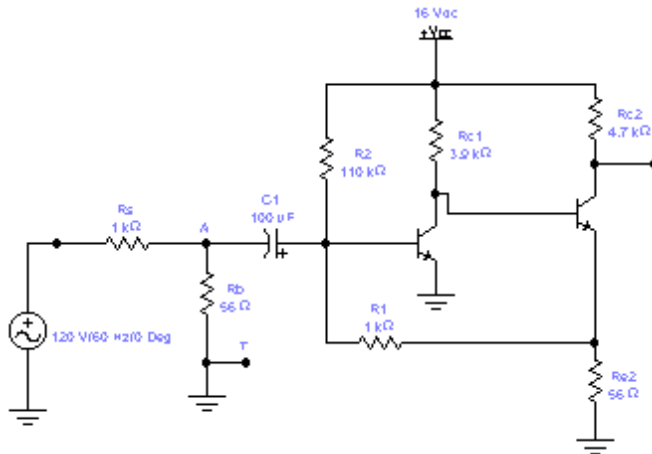

Figura 2
- Construya ahora el circuito de la figura 2.
- Ajuste VCC al valor de la figura 2. VR1 debe estar a su valor máximo.
- Repita los puntos 5 y 6 referidos a la figura 2.
- Responda el punto 8 para la figura 2.
Identifique que tipo de amplificador se tiene en la figura 2 (de voltaje, de corriente, de transconductancia o de transresistencia) y diga que tipo de retroalimentación tenemos (voltaje-serie, voltaje-shunt, corriente-serie o corriente-shunt).
Para el circuito de la figura 2 tenemos: